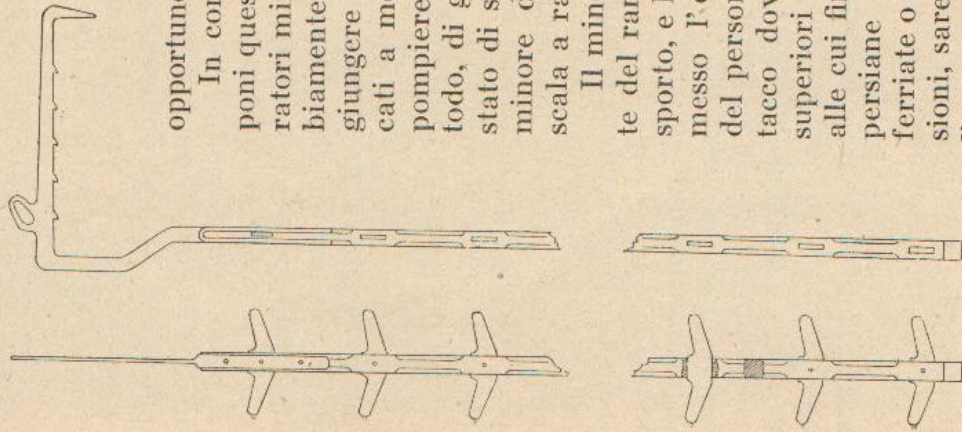

Fig. 98.
*Scala a gancio americana* (tipo Carate Brianza). — In questa scala, (fig. 98), il montante unico, esclusi gli incastri degli scalini, ha la sezione di 1500 mm. ed è costituito da 4 liste separate bollonate fra loro a vena contraria, ciò che rappresenta il vantaggio che in caso di rottura di una delle liste, la crepa non si può trascinare lungo la vena (che è interrotta) a nessuna delle altre liste, che sono ancora ampiamente sufficienti a sopportare il carico; questa sicurezza è inoltre aumentata da 4 cavi di acciaio che opportunamente intrecciati si trovano nel cemento che unisce a due a due le liste fra di loro e che in caso di rottura totale delle liste di legno basterebbero ancora a sorreggere tutto il carico.